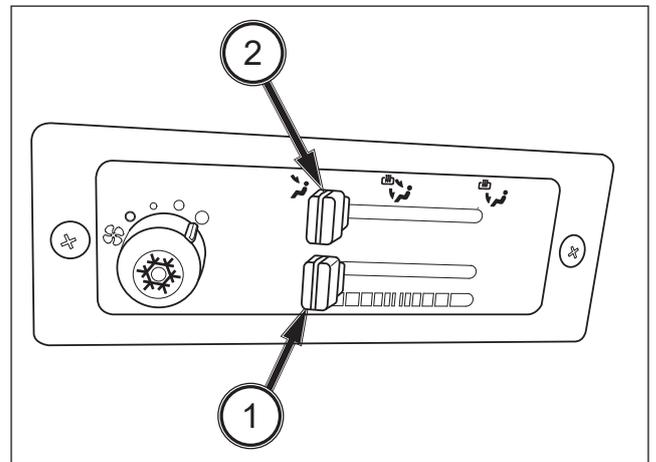

FIG. 139
FIG. 139: Ajuste la temperatura del aire moviendo la palanca de ajuste de temperatura (1) de la posición COOL (Frío) (lado izquierdo) a WARM (Caliente) (lado derecho) o a una posición intermedia.